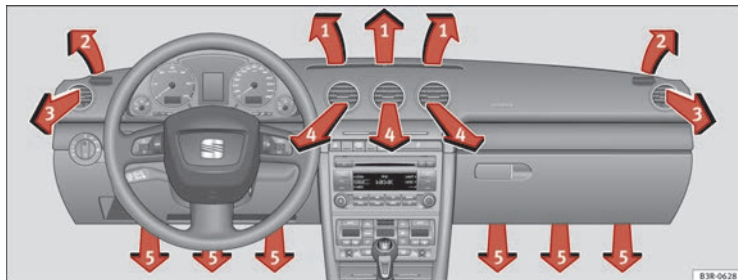

Abb. 131 In der Instrumententafel: Anordnung der Luftaustrittsdüsen
Die Luftaustrittsdüsen ⇒ Abb. 131 ③ und ④ können wie folgt bedient werden.
Die drei Tasten haben folgende Bedeutung. Die Zahlen beziehen sich auf die Luftaustrittsdüsen ⇒ Abb. 131.
Der Gebläsemotor wird nach Ausschalten der Zündung über das Solardach mit Solarstrom betrieben. Achten Sie bitte darauf, dass die Düsen 3 und 4 geöffnet sind ⇒ Abb. 131, um eine optimale Belüftung zu erreichen.